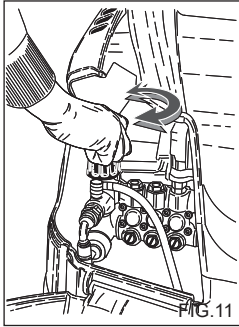

FIG. 11
Dette kapitel behandler kun de modeller som er udstyret med "trykregulerende" anordning. Trykregulatoren, fig. 11, giver brugeren mulighed for at indstille arbejdstrykket. Når knap C drejes mod uret (B) (minimum), nedsættes driftstryk.